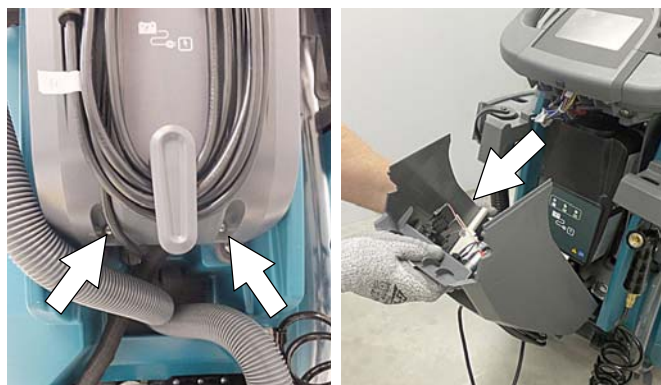

ABB. 122
3. Entfernen Sie mit einem sternförmigen T25-Schraubendreher die zwei Schrauben an der Unterseite der Steuerkonsole, um auf das Batterieladegerät zuzugreifen (Abbildung 122).